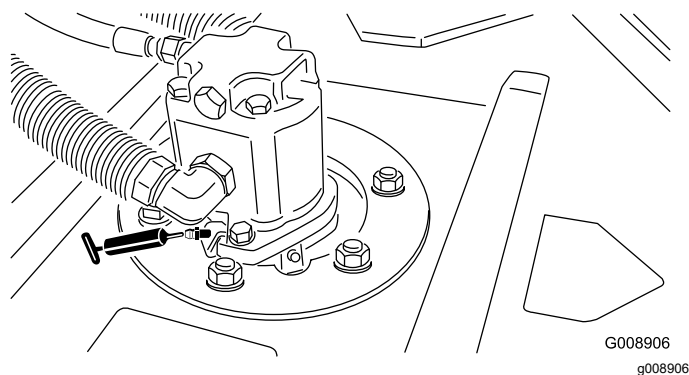

Figura 42
- 2 (por unidade de corte) rolamentos do veio do eixo da unidade de corte (**Figura 42**)